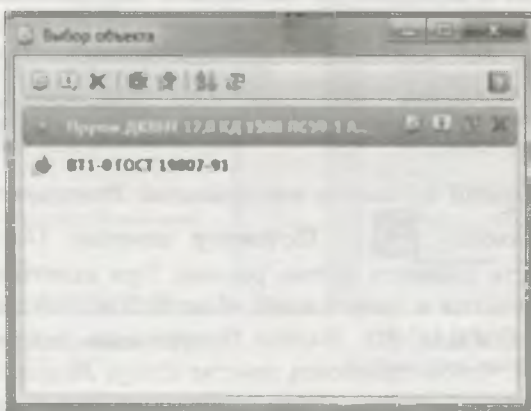

Рис. 30.11. Диалоговое окно Выбор объекта
- ◆ из Строки Главного меню выберите пункт **Приложения ► Материал ► Выбрать материал...** Обратите внимание, что часть пунктов меню не активизированы. На экране появляется диалоговое окно **Выбор материала** (рис. 30.11). По умолчанию в центральном окне нет выбранного материала;